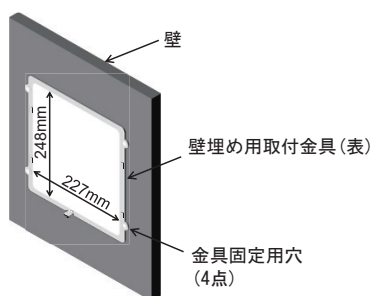

図3.4.1
- 取付けたい壁に長さ 248mm × 幅 227mm の穴を開けます。(図 3.4.1)